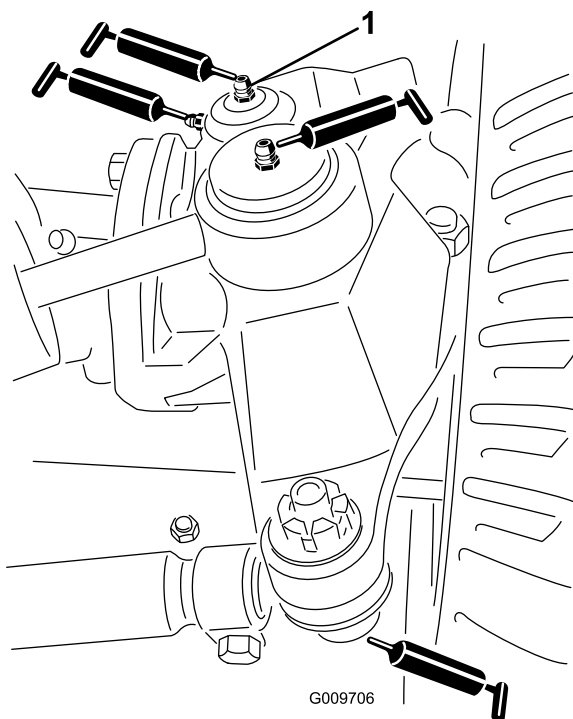

Figura 23
- Giunti sferici (2) del cilindro di sterzo (**Figura 23**)
- Giunti sferici (2) del tirante (**Figura 23**)
- Boccole (2) del perno del fuso a snodo (**Figura 23**). **Il raccordo superiore sul perno del fuso a snodo richiede soltanto una lubrificazione annuale (2 pompate).**